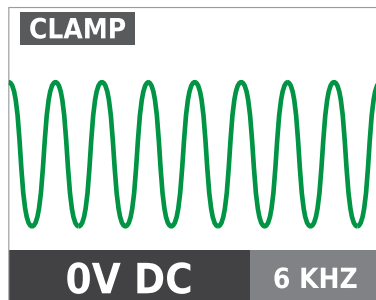

图4.10a
2. 在发射器上按HIGH (高)信号模式2秒钟，选择电流钳模式。信号钳模式产生增强6kHz信号，以实现优异的查线结果。发射器屏幕的显示应如图4.10a所示。